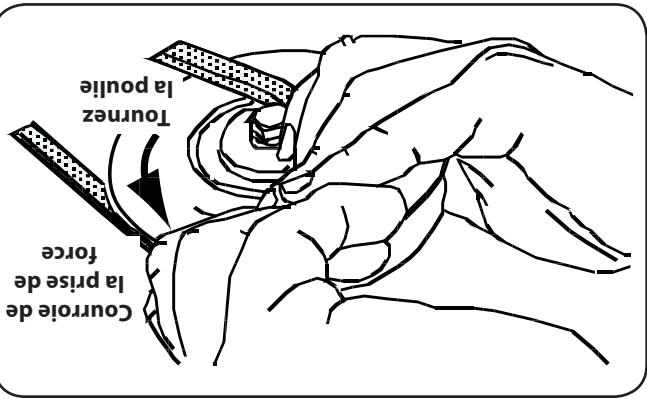

Figure 7-9
- 2. Placez une cale de bois entre le déflecteur au milieu du plateau et la lame pour faciliter le desserrage de l'écrou à six pans qui retient la lame. Voir la Figure 7-9.
- 3. Retirer l'écrou à bride à six pans qui maintient la lame sur la base de la fusée. Voir la Figure 7-9.